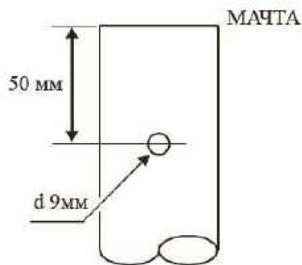

Рисунок 1
1. Просверлите сквозное отверстие диаметром 9 мм в обеих стенках мачты, центр отверстия должен находиться в 50 мм от ее нижнего торца (см. Рисунок 1). При сверлении держите дрель строго перпендикулярно и по центру мачты, чтобы отверстия в ней потом совпали с отверстиями в фиксаторе основания.
2. Сверяясь с Рисунком 2, прикрепите створки мачтового фиксатора (1) к корпусу поворотного блока, используя для этого четыре болта M8 X 25 (2), плоские и пружинные шайбы. Болты пока не затягивайте.
3. Вставьте мачту в фиксатор, закрепите ее с помощью четырех болтов M8 X 70 (3) с пружинными и плоскими шайбами и гайками (4). Наживите болты руками. С одной стороны фиксатора, на каждом отверстии для болтов есть фигурные гребешки. Болты нужно устанавливать с этой стороны, чтобы головки болтов упирались торцом в гребешки и не проворачивались.
4. Наживите руками болт M8 X 95 с головкой под торцевой ключ (5) с гайкой (6).